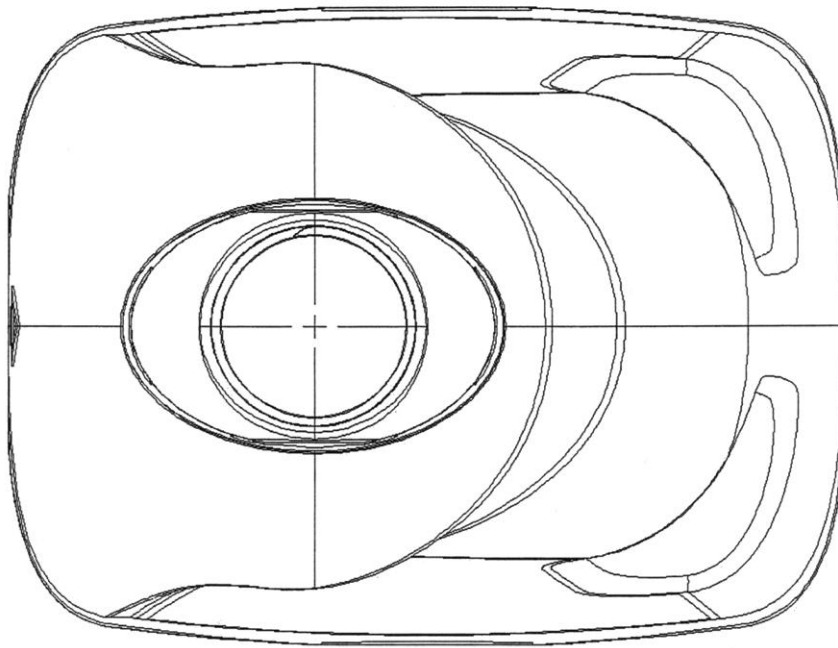

Fig. 5
- fig. 5 - odmianę 1 butelki w widoku z góry,